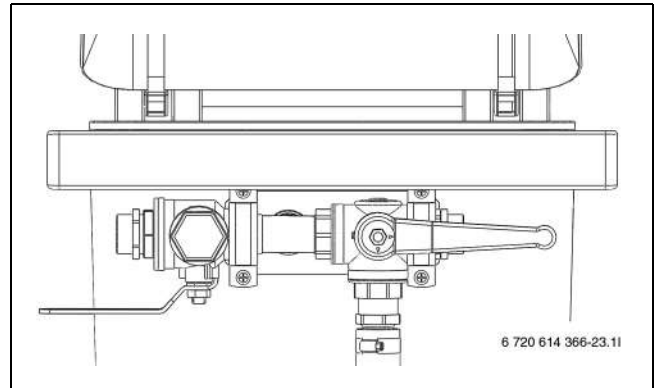

Fig. 24 Station de remplissage en mode remplissage
- Placer les vannes de la station de remplissage en position de remplissage et remplir le circuit avec de l'eau glycolée (→ figure 24).